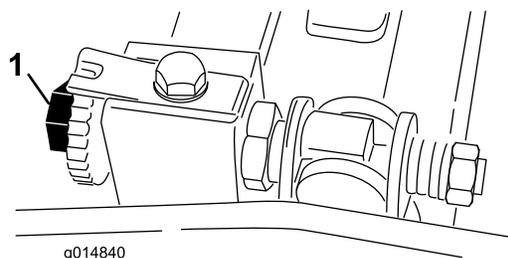

Figura 45
3. Gire el molinete hasta que una cuchilla cruce el filo de la contracuchilla entre la cabeza del primer tornillo de la contracuchilla y la cabeza del segundo tornillo, en el lado derecho de la unidad de corte (Figura 45).
6. Gire el tornillo de ajuste derecho de la barra de asiento hasta que note una ligera presión (resistencia) en el suplemento al moverlo de un lado a otro (Figura 45).